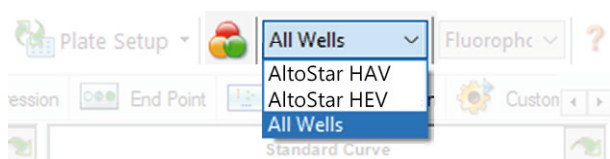

Figura 4: Botón Well Group (grupo de pocillos) y menú desplegable Well Group (grupo de pocillos)
En la ventana Data Analysis (análisis de datos), asegúrese de seleccionar el **Well Group** (grupo de pocillos) del kit AltoStar® HAV RT-PCR Kit 1.5. Por tanto, haga clic en el menú desplegable **Well Group** (grupo de pocillos) junto al botón **Well Group** (grupo de pocillos) (consulte la figura 4) de la barra de herramientas. No utilice el **Well Group** (grupo de pocillos) «All Wells» (todos los pocillos). La selección de la figura 4 se usa como vista de ejemplo general.
1. En la ventana Data Analysis (análisis de datos), asegúrese de seleccionar el **Well Group** (grupo de pocillos) del kit AltoStar® HAV RT-PCR Kit 1.5. Por tanto, haga clic en el menú desplegable **Well Group** (grupo de pocillos) junto al botón **Well Group** (grupo de pocillos) (consulte la figura 4) de la barra de herramientas.
1. En la ventana Data Analysis (análisis de datos), asegúrese de seleccionar **Well Group** (grupo de pocillos) del kit AltoStar® HAV RT-PCR Kit 1.5. Por tanto, haga clic en el menú desplegable **Well Group** (grupo de pocillos) junto al botón **Well Group** (grupo de pocillos) (consulte la figura 4) de la barra de herramientas.